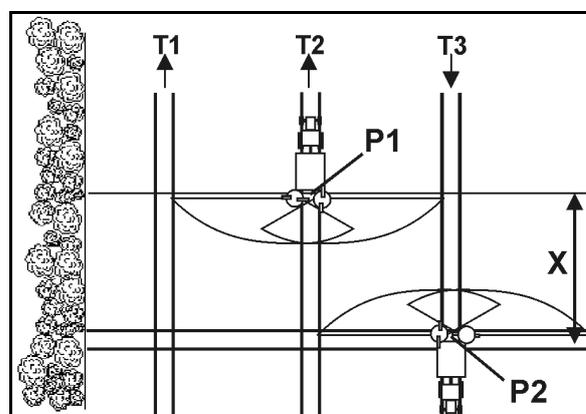

Fig. 71
- ouverture des clapets de fermeture après l'engagement dans la voie jalonnée au point P1 (Fig. 71), lorsque les disques d'épandage du parcours X sont éloignés de la voie jalonnée de la tournière.
- fermeture de la trappe avant la sortie de la voie jalonnée au point P2 (Fig. 71), lorsque les disques d'épandage se trouvent à hauteur de la première voie jalonnée de la tournière.